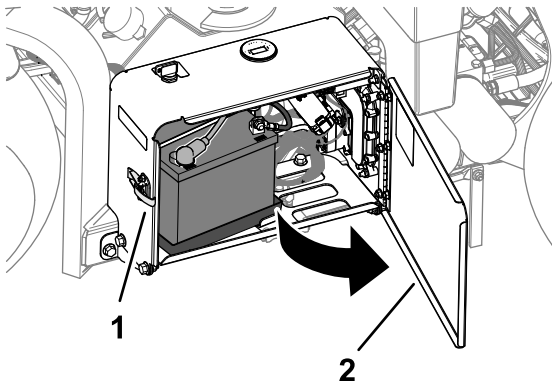

Figura 170
1. Deblocați și deschideți ușa compartimentului bateriei (Figura 170).